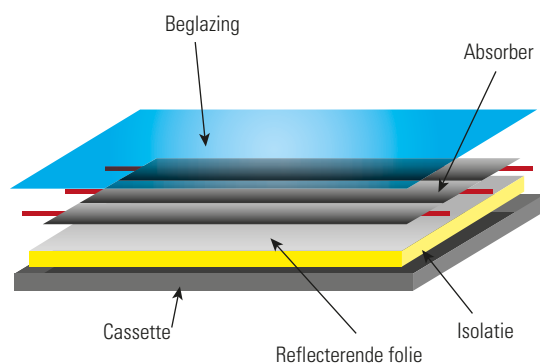

Fig. 4 Vlakkeplaatcollector
- Vlakkeplaatcollectoren (Fig. 4) hebben een vlak warmteabsorberend oppervlak, waarop eventueel (maar niet altijd) beglazing wordt geplaatst. Ze zijn over het algemeen goedkoper en sommige modellen hebben bovendien een hoger rendement dan buiscollectoren onder 'gunstige' omstandigheden: met veel zonlicht en een laag temperatuurverschil tussen de absorber en de omgevingslucht. Dit type collector heeft een goede kosten-prestatieverhouding en wordt momenteel dan ook het meest gebruikt.